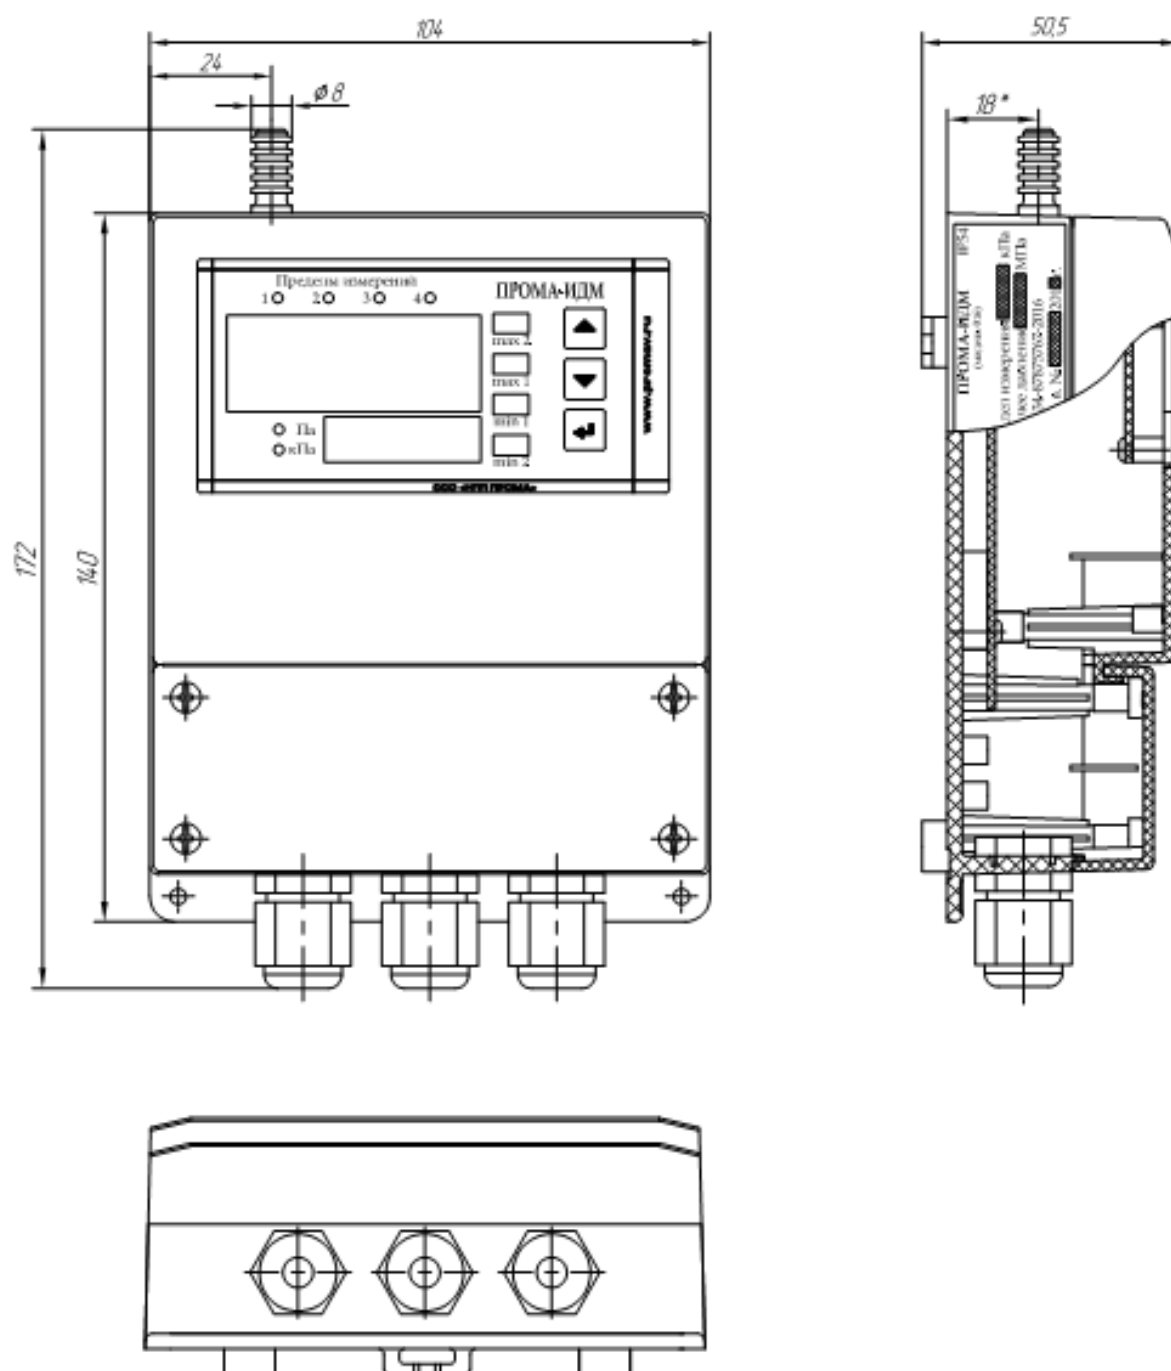

Рис. 2.1. Измеритель Пром-ИДМ-ДИ, ДВ, ДИВ. Настенное исполнение. Габаритный чертеж.
- Рис. 2.1. Измеритель Прома-ИДМ-ДИ, ДВ, ДИВ Настенное исполнение. Габаритный чертеж.